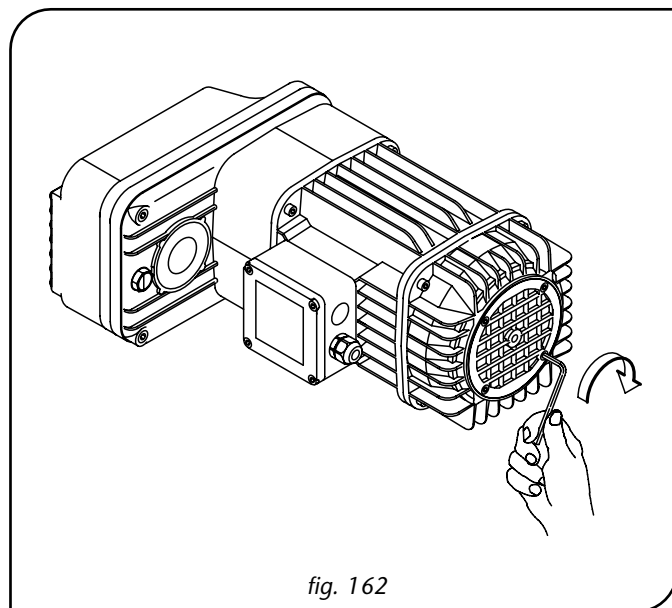

fig. 162
7. Replacer la grille (aérateur) en vissant complètement les quatre vis (fig. 162).